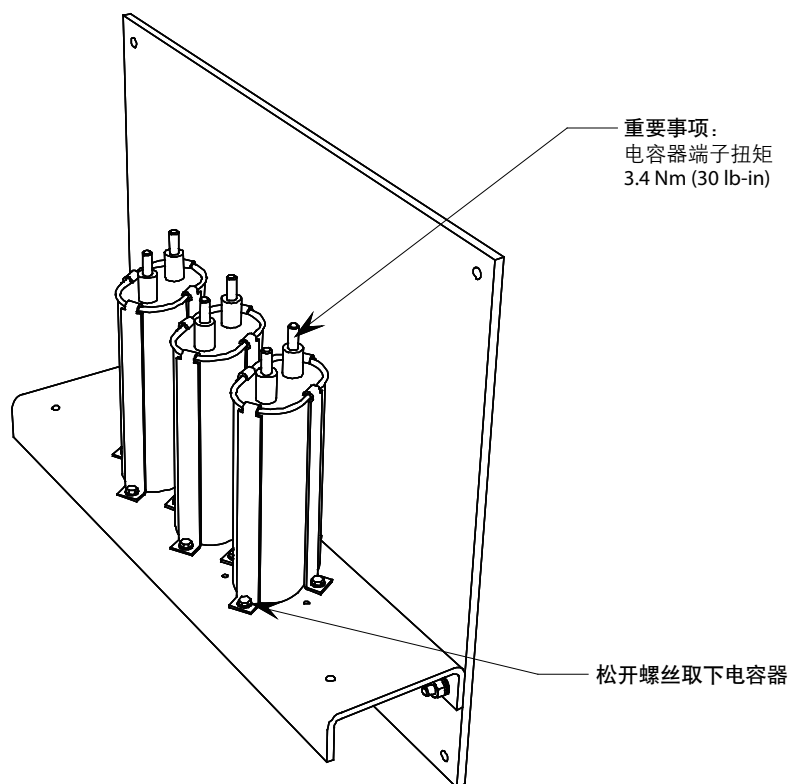

图 5.9 - 接地网中的电容器
(请参阅图 5.9)
6. 严格遵照图 5.9 中所述的扭矩要求重新连接引线